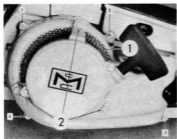

Fig. 20
1. Ta bort de fyra skruvarna som håller fläkthuset vid motorn och ta ut huset (fig. 20).
1. Ta bort fläkthusskruvarna (fig. 20) och dra ut fläkthuset.
1. Ta bort de fyra skruvarna som håller fläkthuskåpan vid motorn och ta bort huset (se fig. 20).